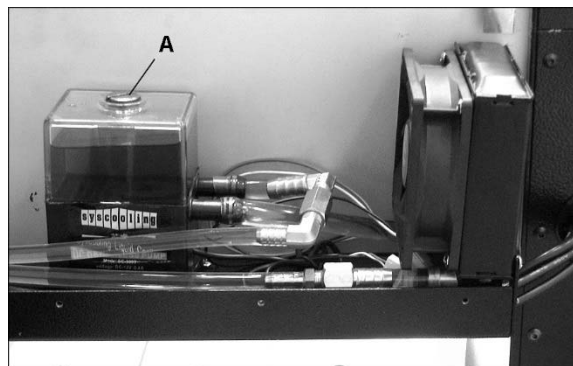

Figura 12-1
1. Quite la cubierta trasera, y desatornille el tapón de llenado (A, Figura 12-1).